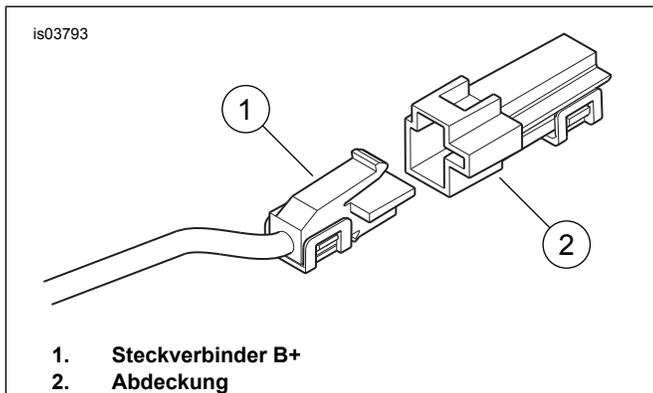
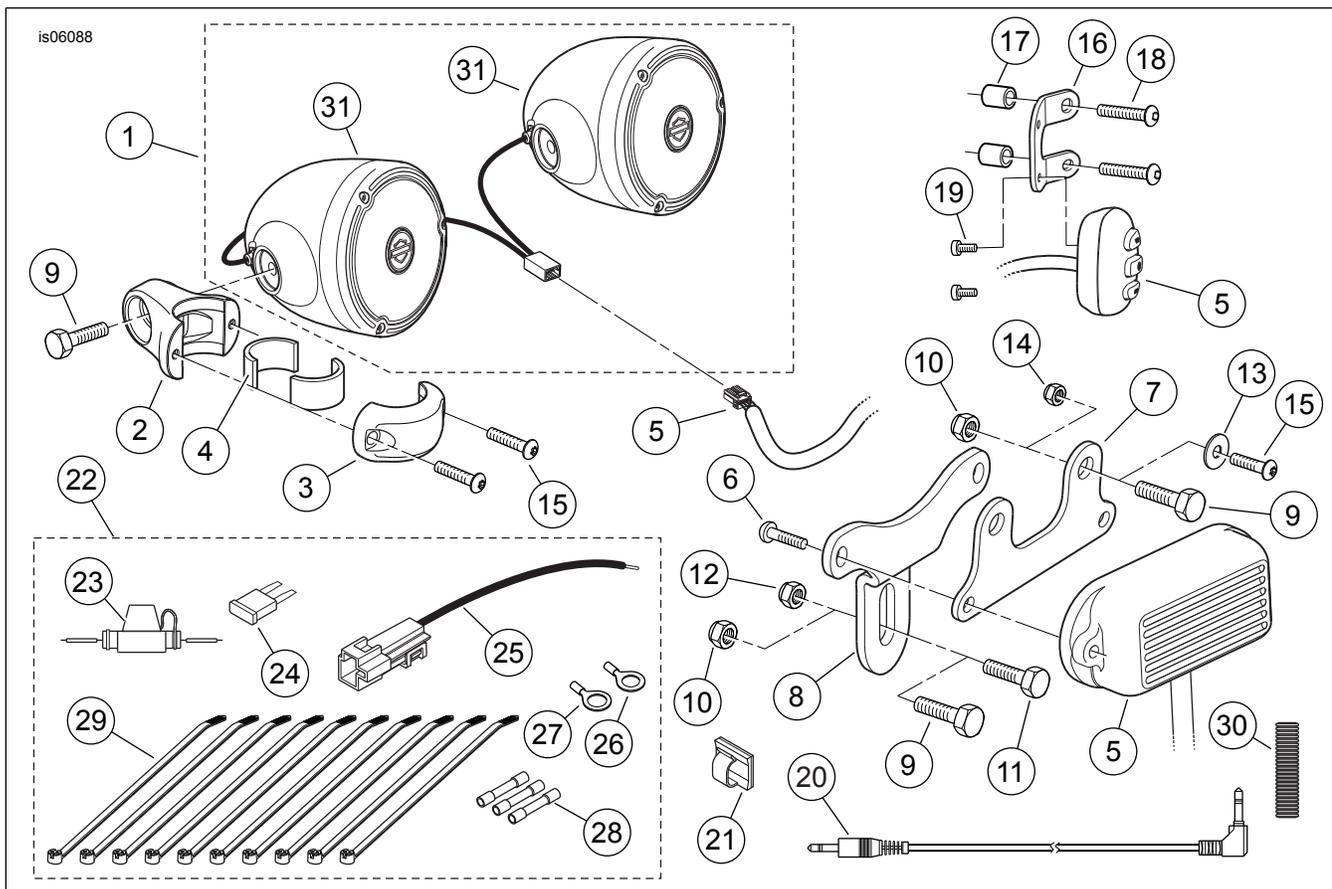

Abbildung 4. Steckverbinder B+
Abbildung 5. Ersatzteile, lenkermontierte Lautsprecher- und Verstärkersätze
1. Siehe Abbildung 5. Den Elektrik-Befestigungsteilebeutel (22) aus dem Satz bereit legen. Den Inline-Sicherungshalter (23) und einen blauen versiegelten Stoßverbinder (28) aus dem Befestigungsteilebeutel nehmen.
4. Das freie Ende des roten Kabels in der Kabelbaumbaugruppe bereit legen. Zwei blaue, versiegelte Stoßverbinder (28) und das 12-V-Adapterkabel (25) aus dem Befestigungsteilebeutel bereit legen. Den Inline-Sicherungshalter, gemäß den Anweisungen im Werkstatthandbuch, mit dem roten Kabel verspleißen. Das Adapterkabel an dem gegenüberliegenden Ende des Inline-Sicherungshalters verspleißen.
5. Siehe Abbildung 4. Den Steckverbinder B+ (Batteriepluspol) (1) am Hauptkabelbaum unter dem Sitz suchen (ein rotes Kabel mit einem nicht benutzten grauen Steckverbinder). Die Abdeckung (2) des Steckverbinders B+ entfernen. Den **roten** Stromkabel-Steckverbinder der Kabelbaumbaugruppe mit dem Steckverbinder B+ zusammenfügen.
10. Kabelüberlänge unter dem Kraftstofftank, im Scheinwerfertopf oder unter der Lenkerschelle aufrollen, so dass sie die Lenkerfunktionsweise nicht beeinträchtigt. Die 5-A-Sicherung (24) in den Inline-Sicherungshalter auf dem roten Kabel einsetzen.
13. Siehe Abbildung 5. Der 3,5-mm-Steckverbinder vom Bedienungselement kann mit Kabelbindern am Lenker oder mit dem Clip mit Klebstoffrückseite (21) aus dem Satz an der oberen Gabelbrücke oder dem Scheinwerfertopf gesichert werden. Bei Verwendung des Clips: